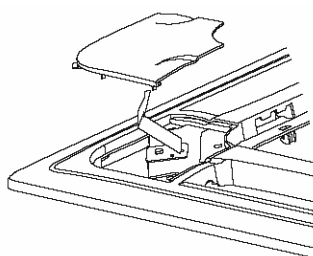

Abb. 10
- 2) Entfernen Sie die Installationsabdeckungen an den vier Ecken. Schrauben Sie die Bolzen heraus, lockern Sie das Seil von den Installationsabdeckungen und entfernen Sie es. (Siehe Abb. 10)